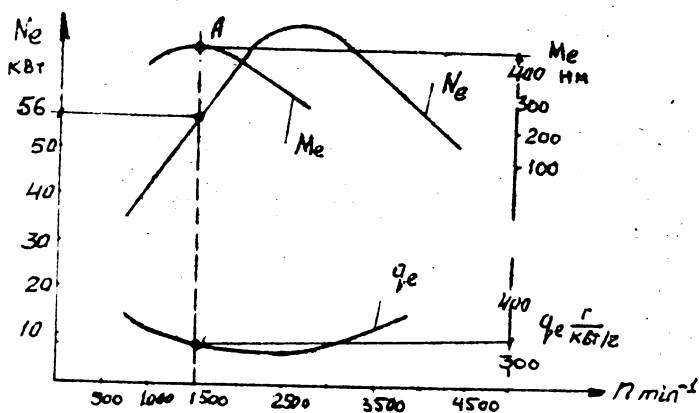

Рисунок 1.1. Внешняя скоростная характеристика автомобильного двигателя
1.13 Определить максимальную тяговую силу, мощность на колесах, скорость, которую развивает автомобиль, двигаясь по влажной грунтовой дороге ( $\varphi = 0,3$ ) на прямой передаче, если передаточное число главной передачи 6,45; КПД трансмиссии  $\eta_{тр} = 0,85$ . Нагрузка на задний мост равна 58750 Н, размер шин 260-508. Сможет ли автомобиль в заданных условиях реализовать максимальную тяговую силу? При решении используйте внешнюю скоростную характеристику (см. рисунок 1.1.).